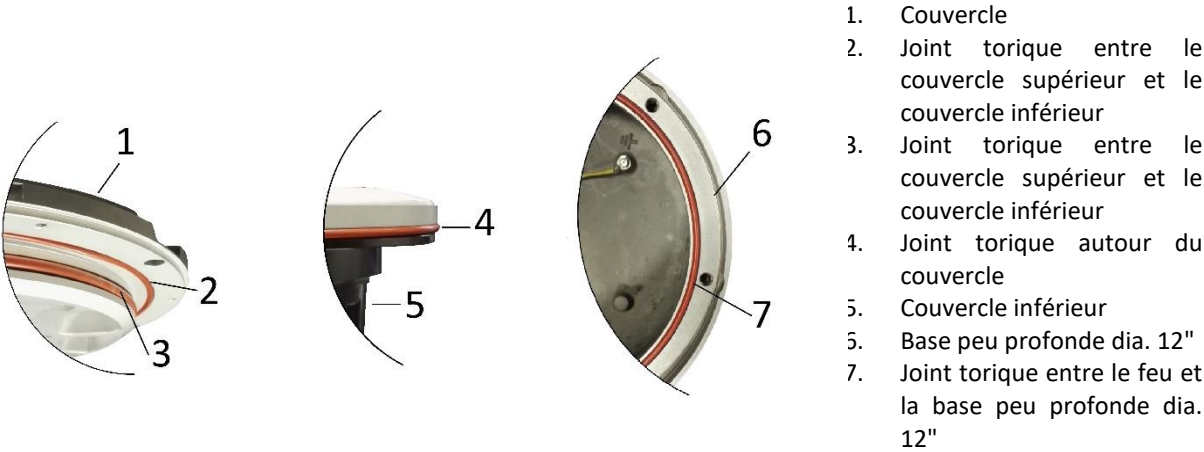

Figure 23 – Joints du feu
- deux joints toriques entre le couvercle et le couvercle inférieur (Figure 23– n° 2 et 3) ;
- un joint torique autour du couvercle (Figure 23– n°3) ;
- un joint torique entre le feu et la base peu profonde dia. 12" (Figure 23– n°7) ;